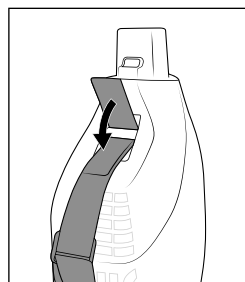

Fig. 5
- ◆ Passez la bandoulière 27 dans les fixations de la bandoulière 5/11 au dos de l'unité moteur 8 et fermez les fermetures auto-agrippantes (voir fig. 5 et 6).